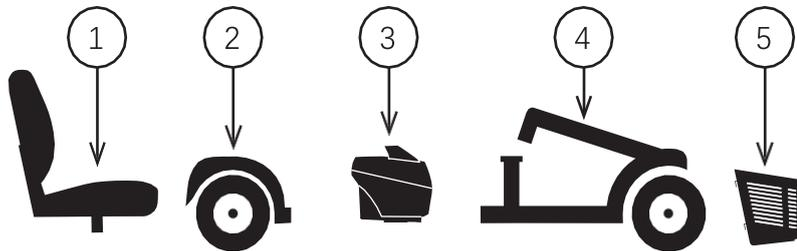

Abbildung 7. Demontiertes Elektromobil
1. Entnehmen Sie den Sitz und das Batteriepack vom Elektromobil (siehe Demontageverfahren auf der vorherigen Seite) Abbildung 7 „Demontiertes Elektromobil“